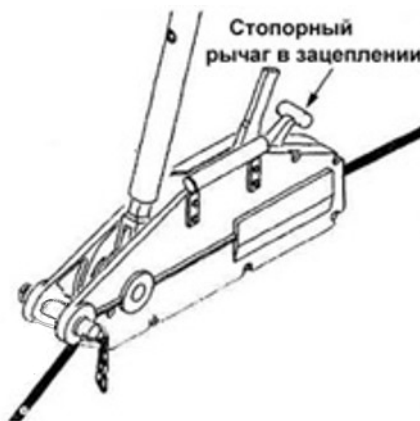

Рис. 13. Фиксация троса
11. Придерживая конец троса, нажмите на стопорный рычаг и отпустите вниз, чтобы он вернулся в исходное положение. Трос, при этом, должен войти в зацепление внутри корпуса лебёдки (рис. 13)